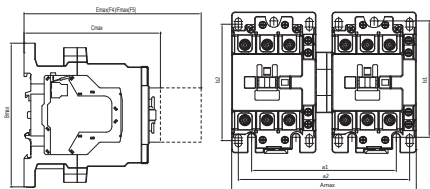

图4 NC5-4011N ~ 10011N系列交流接触器外形与安装尺寸
6.4 NC5-4011N ~ 10011N系列交流接触器安装尺寸、外形尺寸与接线能力，见图4及表6，型号规格重量见箱贴。